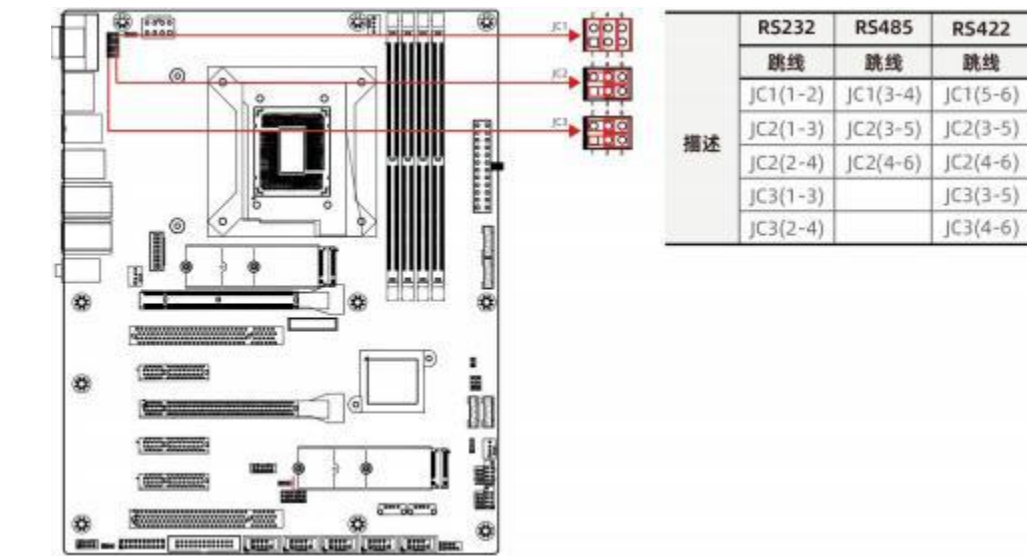

图 5-5 J4/JC5/JC6 跳帽接口
- JCOM2 为主板内置串行通信接口连接器，COM1 为主板外置串行通信接口连接器，二者均可以通过串口线材引出串口，如图 5-5 所示。JCOM2/COM1 支持 RS232/422/485 三种模式。
- JC1/JC2/JC3 为 COM1 的 R232 和 R485 和 R422 模式切换跳帽，如图 5-5 所示。若硬件 jumper 设置为 RS232 或 RS485，同时需要在 BIOS 里同时将此选项设置为 RS232 或 RS485。